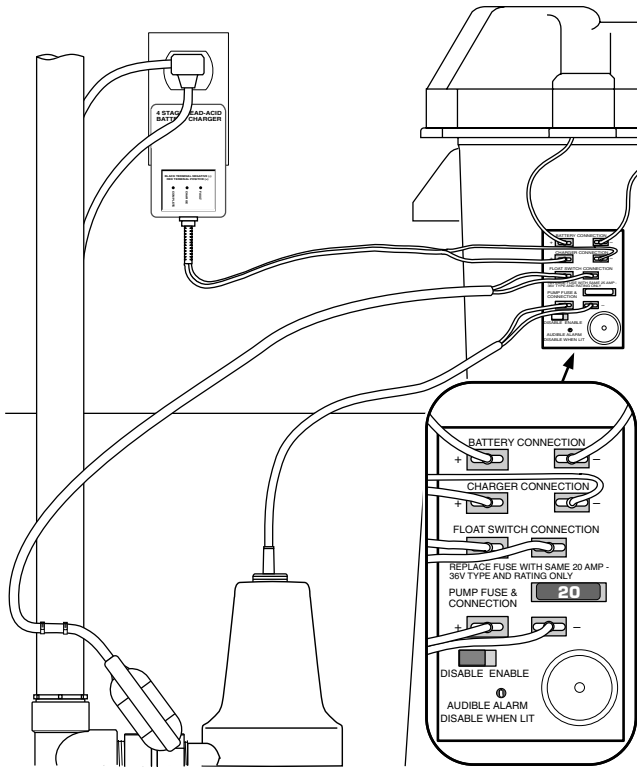

Figura 9 – Conexiones de cables FG100-A1
1. Aplique dos trozos de cinta de dos lados (suministrada, clave No. 9) a la parte posterior de la caja de empalme. Oprima la caja de empalme sobre la caja de la batería según se ilustra en la Figura 9 y en la página 43 (vista esquemática).
2. Conecte el cargador según se ilustra en la Tabla 1 y en la Figura 9.